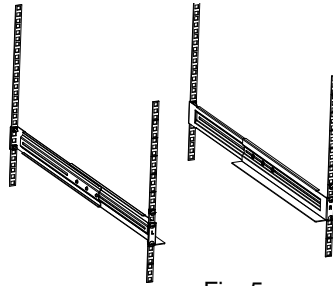

Fig. 5
2. Asamblați șinele stivei în instalația de montare în stivă. (Fig. 5)